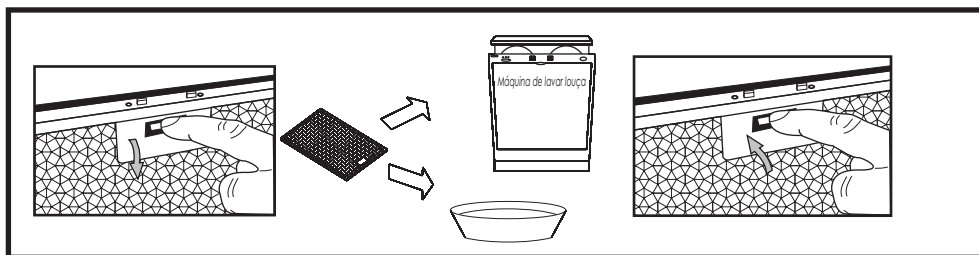

Fig.12
- É recomendado limpar o filtro metálico a cada três meses, realizando as seguintes ações (Fig.12).